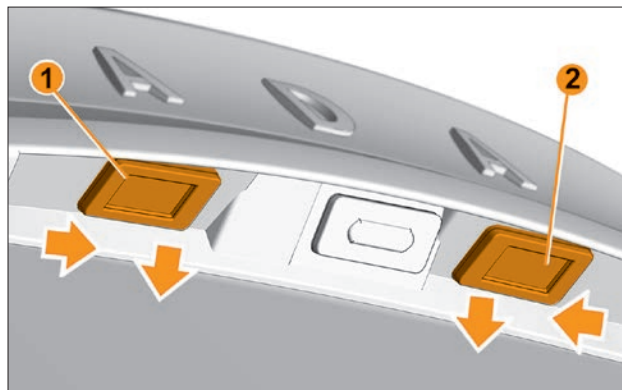

Рис. 6.12.6. Замена ламп в фонарях освещения номерного знака
- демонтируйте фонарь **1** или **2** (рис. 6.12.6) из посадочного места: